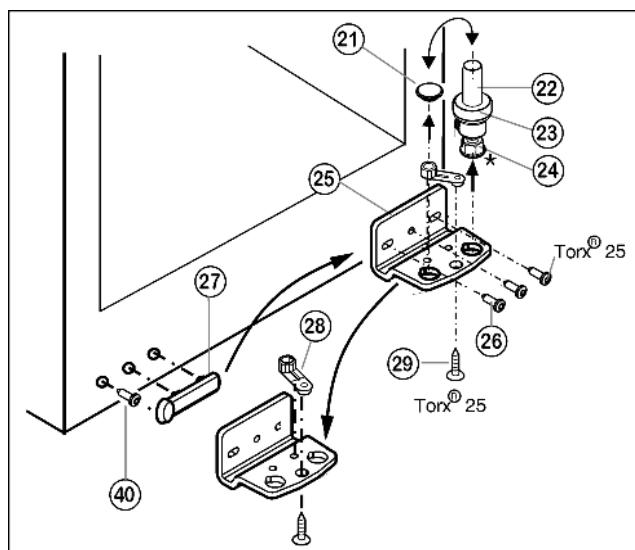

Fig. 5
- ▶ Извлеките опорный винт *Fig. 5 (22)* в комплекте с шайбой *Fig. 5 (23)* и регулируемой опорой* *Fig. 5 (24)*, вытягивая его вверх.
- ▶ Снимите пробку *Fig. 5 (21)*.
- ▶ Открутите *Fig. 5 (26)* опорный кронштейн *Fig. 5 (25)*.
- ▶ Открутите *Fig. 5 (29)* опорную деталь *Fig. 5 (28)* и, перевставив в отверстие на противоположной стороне опорного кронштейна, снова прикрутите.
- ▶ Осторожно снимите и переставьте на противоположную сторону крышку со стороны ручки *Fig. 5 (27)* и винт *Fig. 5 (40)*.
- ▶ Снова прикрутите опорный кронштейн *Fig. 5 (25)* на новой стороне шарнира (**с моментом 4 Нм**). При необходимости используйте аккумуляторный шуруповерт.
- ▶ Переставьте пробку *Fig. 5 (21)* в свободное отверстие.
- ▶ Вновь установите опорный винт *Fig. 5 (22)* в комплекте с шайбой и регулируемой опорой*. При этом фиксатор должен быть направлен назад.
- ▶ Установите дверцу сверху на нижний опорный палец *Fig. 5 (22)*.
- ▶ При необходимости выровняйте дверцы через два продольных паза в нижнем опорном кронштейне *Fig. 5 (25)* параллельно корпусу устройства. Для этого выкрутите средний винт.